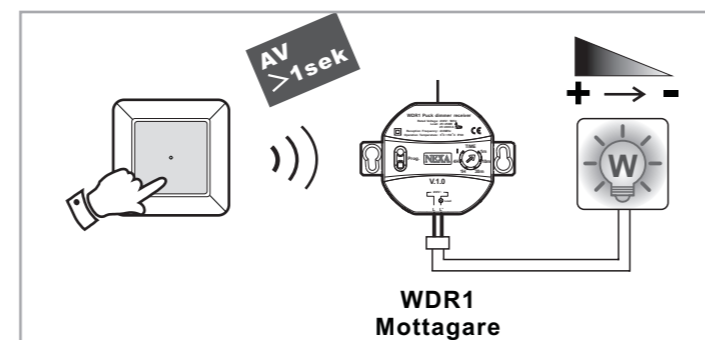

fig.13
- Genom längre tryck på vippans nedre del (> 1sek) sänks belysningen mellan 100%-5% (se fig. 13).